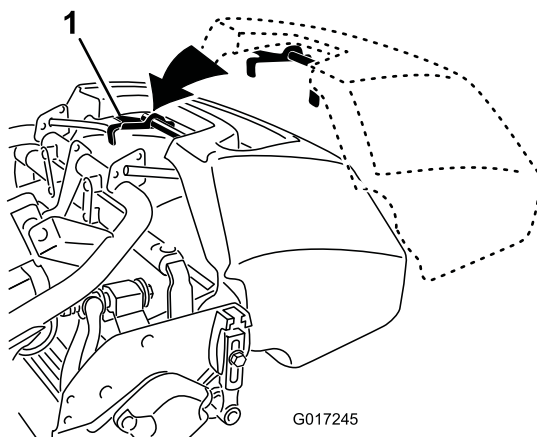

図 21
2. バスケットのリップ部をカッティングユニットの左右のサイドプレートの中央部に合わせて前ローラの上にセットする 図 21。
3. フレームループの上からバスケットを取り付ける 図 21。